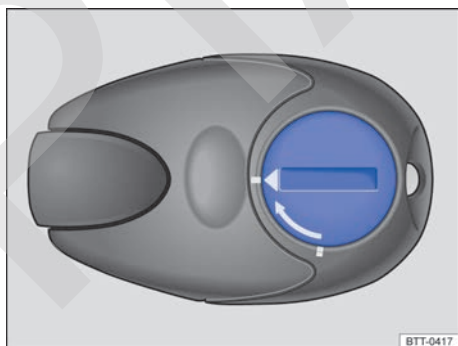

Fig. 251 Calefacción independiente: tapa de la pila del mando a distancia por radiofrecuencia.
- Gire la ranura hacia la marca en el sentido contrario al de la flecha utilizando un objeto plano y sin punta, p. ej., una moneda → fig. 251.